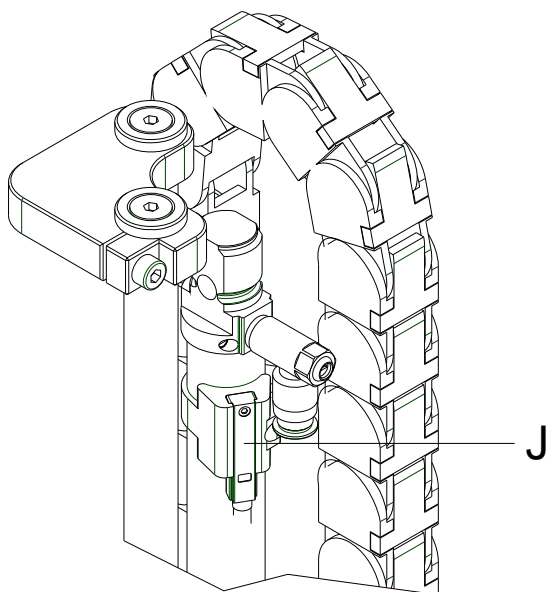

Figura 15
2. Afloje los tornillos (C).
3. Saque el soporte del sensor (D) con el sensor (A).
4. Quite los tornillos (B).
5. Quite los tornillos (G) para aflojar la guía (F) de un lado.
6. Separe las partes con forma de T (I) que se enganchan a las partes en forma de U (H) de la guía (vease Figura 15).
7. Tire hacia afuera el sensor (A) en la guía (F).
8. Quite el enchufe (L) del sensor (A) de la placa (K).
9. Conecte el nuevo sensor (A) a la placa (K).
10. Ponga el nuevo sensor (A) en la guía (F).
11. Cierre la guía (F). Para hacerlo, presione las partes con forma de T (I) en las partes con forma de U (H).
12. Monte de nuevo la guía (F) y apriete los tornillos (G).
13. Monte el sensor (A) con los tornillos (B) en el soporte del sensor (F).
14. Instale el soporte del sensor (D) con los tornillos (C).